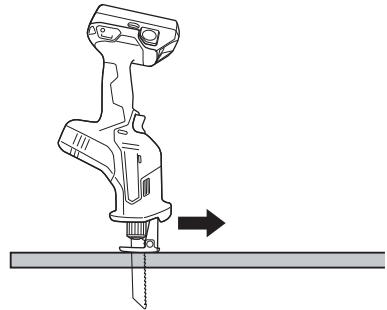

Fig. 27
- (3) Apriete por completo y avance lentamente la sierra. (Fig. 27).